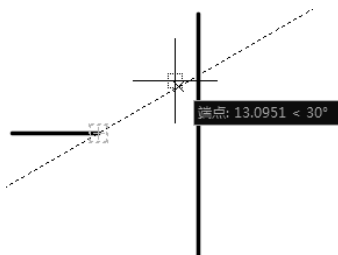

图 3-43 可从极轴追踪角度显示对象捕捉路径
- “用所有极轴角设置追踪”单选按钮：打开对象捕捉追踪时，将从对象捕捉点起，沿任何极轴追踪角进行追踪，如图 3-43 所示。